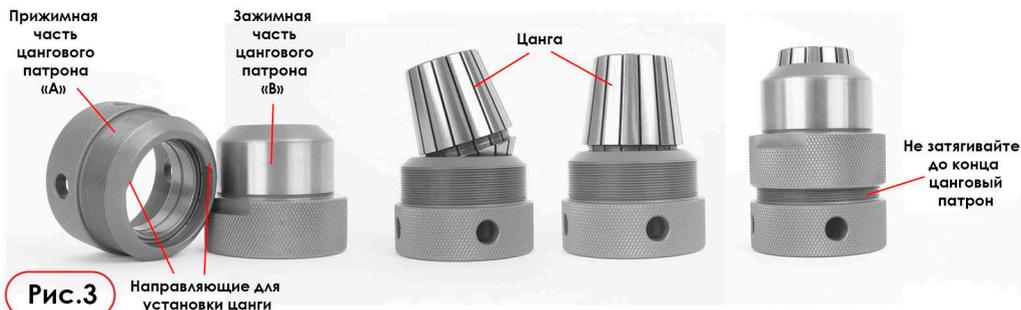

Рис.3
2. Установите выбранную цангу в цанговый патрон. Для этого развинтите его и под углом вставьте цангу в направляющие части «А» патрона, выровняйте цангу и соберите патрон, прикрутив часть «В». Не затягивайте до конца цанговый патрон, т.к. положение сверла в цанге еще будет регулироваться. (Рис. 3)